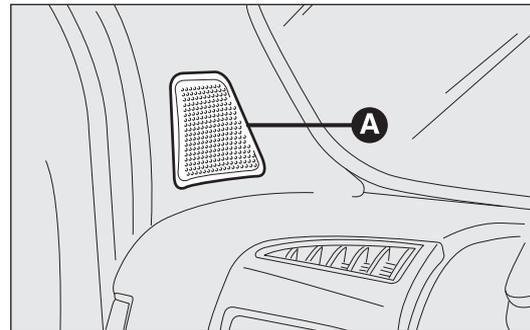

Abb. 128
- 2 Hochtöner A an den A-Säulen (max. Leistung je 30 W) Abb. 128;